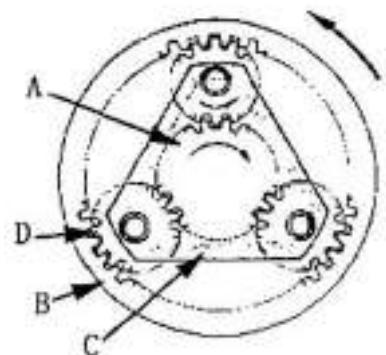

Рис. 5-13
(2) Когда водило зафиксировано
Момент вращения солнечной шестерни (A) передается планетарным шестерням (D). Т.к. водило находится в фиксированном положении, планетарные шестерни, сцепленные с солнечной шестерней, вращаются в одном направлении. А венчальная шестерня (B), сцепленная с планетарными шестернями вращается в направлении, противоположном солнечной шестерне. Следовательно, момент вращения солнечной (A) шестерни передается венцовой шестерне (B). (См. рис. 5-13)